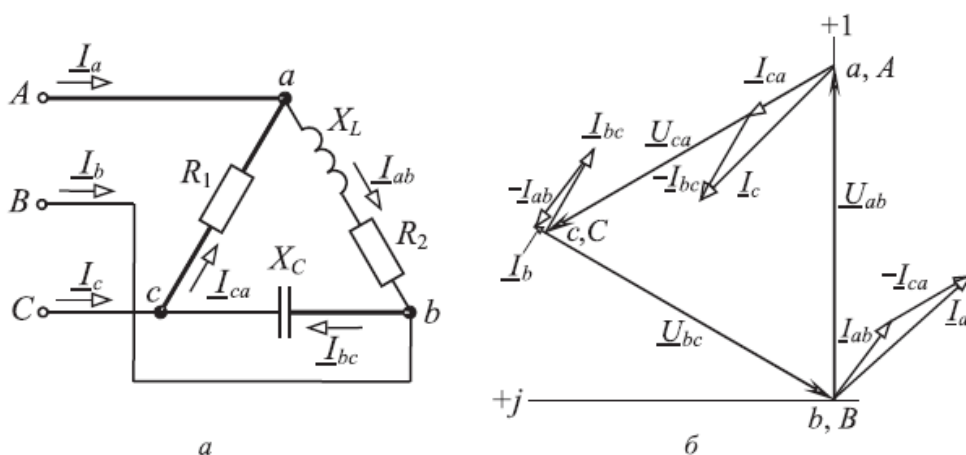

Рис.9.8
**ЗАДАЧА 9.9.** В цепи (рис. 9.8, а)  $U_{л} = 380$  В,  $R_1 = X_C = 100$  Ом,  $R_2 = 80$  Ом,  $X_L = 60$  Ом. Определить линейные токи, активную и реактивную мощности цепи.